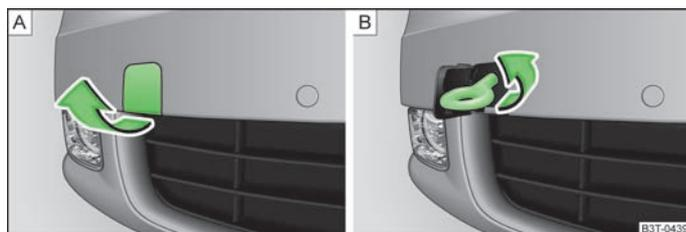

Fig. 184 Pára-choques dianteiro: desmontagem da tampa / montagem do anel de reboque
- Retire a tampa situada no pára-choques dianteiro » Fig. 184 - A.
- Enrosque, manualmente, o anel de reboque para a esquerda, até ao batente » Fig. 184 - B e aperte-o tanto quanto possível. Para o aperto, recomendamos que utilize, p. ex., a chave de rodas, o anel de reboque de outro veículo ou um objecto semelhante, que possa passar pelo anel.